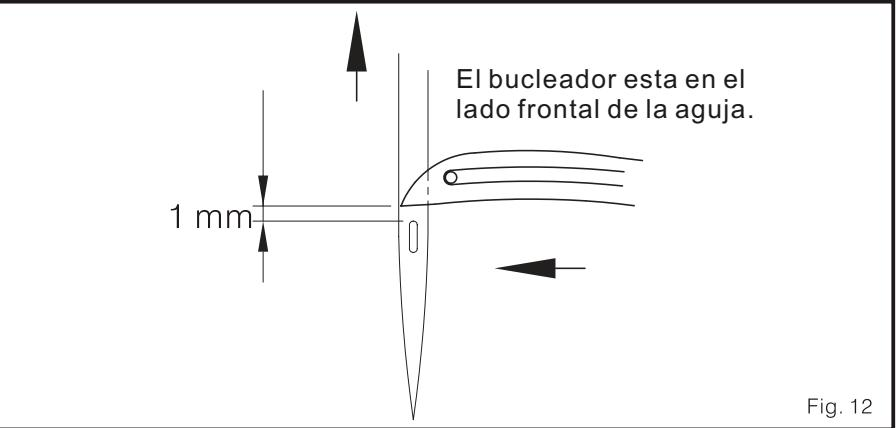

Fig. 12
2. El bucleador regresa, esto significa que la punta del bucleador inferior se mueve directo desde el punto muerto izquierdo. Cuando la mencionada puntapase por delante de la aguja, el bucleador debe estar a 1mm encima del borde superior del ojal de aguja. (Fig. 12)